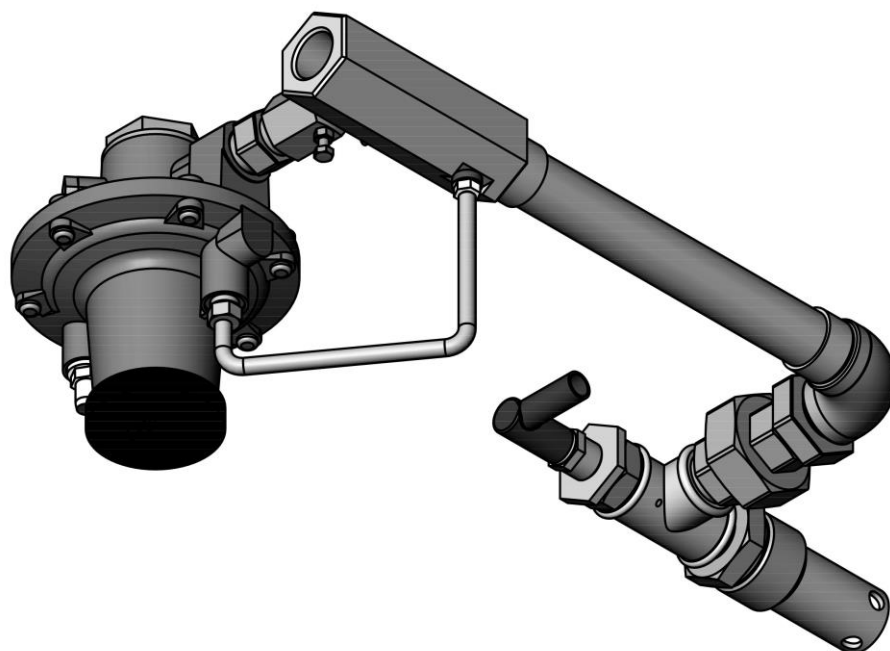

Рисунок 1 – Внешний вид горелки ТЕРМОПИЛОТ
1.1.1 Горелка ТЕРМОПИЛОТ (рис. 1) представляет из себя неавтоматизированное горелочное устройство (без системы розжига и контроля пламени), оборудованное регулятором соотношения давлений газ/воздух, обеспечивающим поддержание постоянного соотношения газ/воздух и регулирование давления газа перед горелкой в установках без подогрева воздуха на горение. Применяются в качестве запальных горелок для розжига основных горелок.